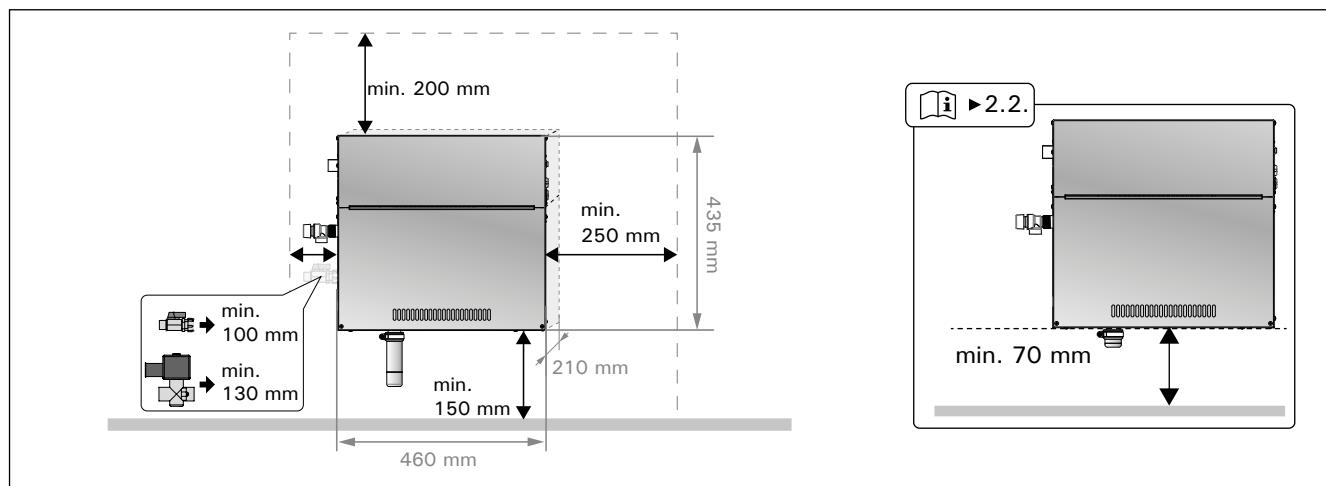

Рис. 6 Минимальное безопасное расстояние и параметры установки
- Место установки парогенератора отвечает требованиям относительно минимального безопасного расстояния (рисунок 6), а также соответствует требованиям, изложенным в пункте 2.2.